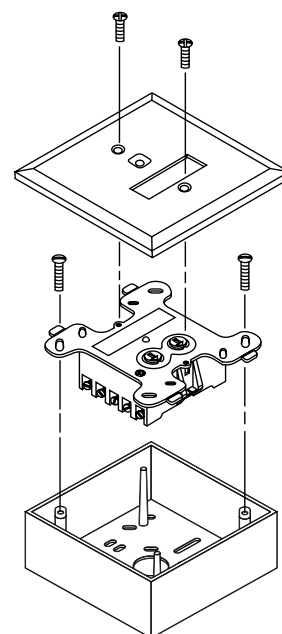

Рис. 2. Установка модуля в монтажную коробку
Модули M512ME устанавливаются в монтажные коробки размером 102x102 мм и глубиной не менее 54 мм (рис. 2), или в монтажные коробки SMB500 при поверхностном монтаже. Кроме того, до 8 модулей System Sensor стандартного размера (M512ME, M500ME, M500CNE или M500XE) могут быть смонтированы на панели для модулей System Sensor MB500. Что обеспечивает легкую установку на стандартные 19 дюймовые шасси.
3. Закрепите модуль в монтажной коробке, как показано на рис. 2.